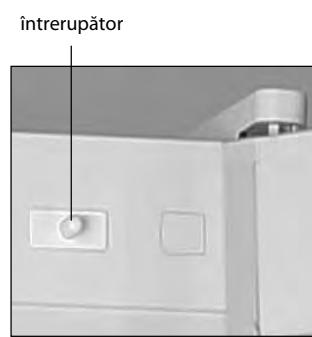

Figura 5
**SE INTERZICE** deconectarea signalizării sonore fixind întrerupătorul indicat în figura 5, deoarece aceasta va provoca deregarea funcționării congelatorului.